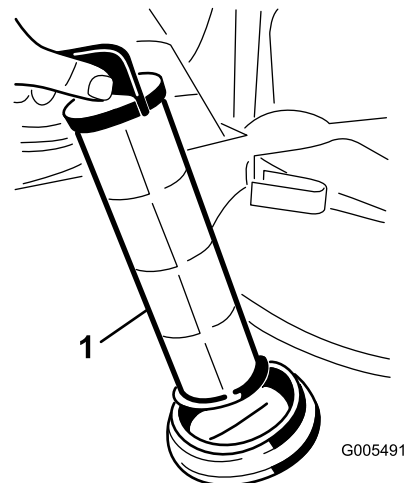

Figura 62
4. Retire o filtro de rede da sucção do orifício (Figura 62).